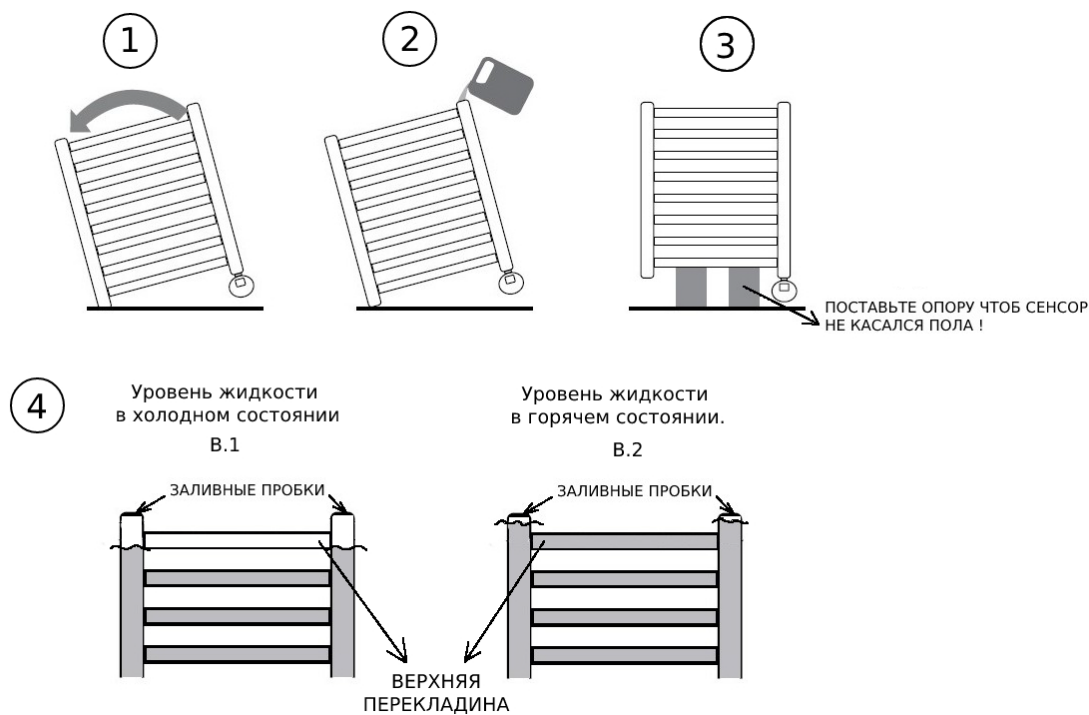

Рис.4.1. Наполнение полотенцесушителя
5.3. При самостоятельном наполнении радиатора жидкостью следует строго соблюдать требования по заправке полотенцесушителей (**рис.4.1**).